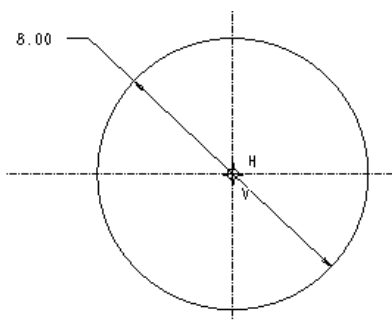

图 3-82 绘制圆
(4) 单击工具栏中的“圆”按钮，以两中心线相交点为圆心，绘制直径为 8 的圆，如图 3-82 所示。